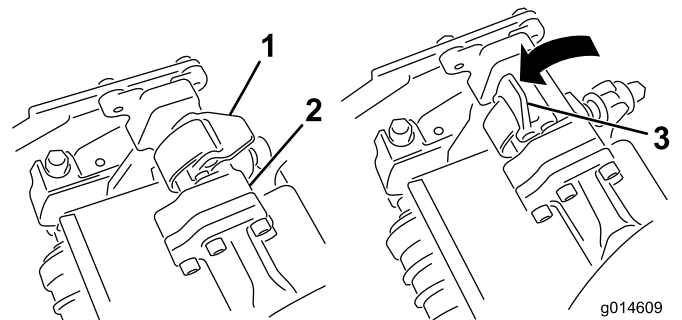
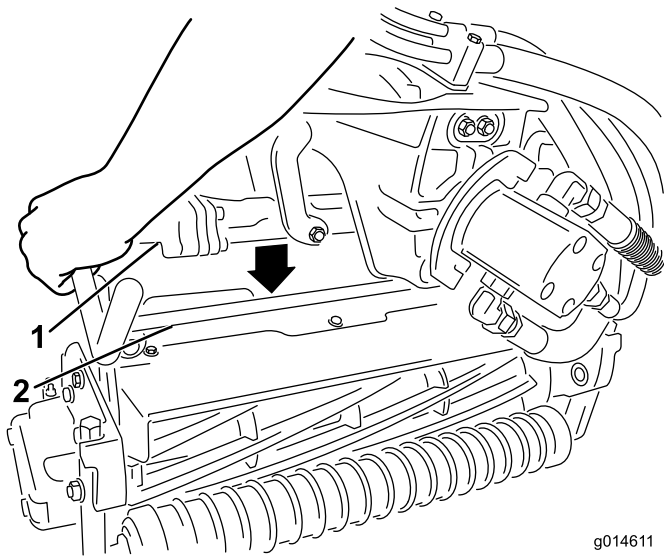

図 33
図 34
4. サスペンションアームのバーについているラッチを上向き開いた状態にして **図 33**、サスペンションアームを押し下げて、バーを、カッティングユニットのバーの上に被せるようにする **図 34**。
5. ラッチを下げて閉じるとカuttingユニットのバーがロックされてユニットがアームにセットされる 図 33。
5. 取り外したいCuttingユニットのサスペンションアームのバーについているラッチを開く 図 33。